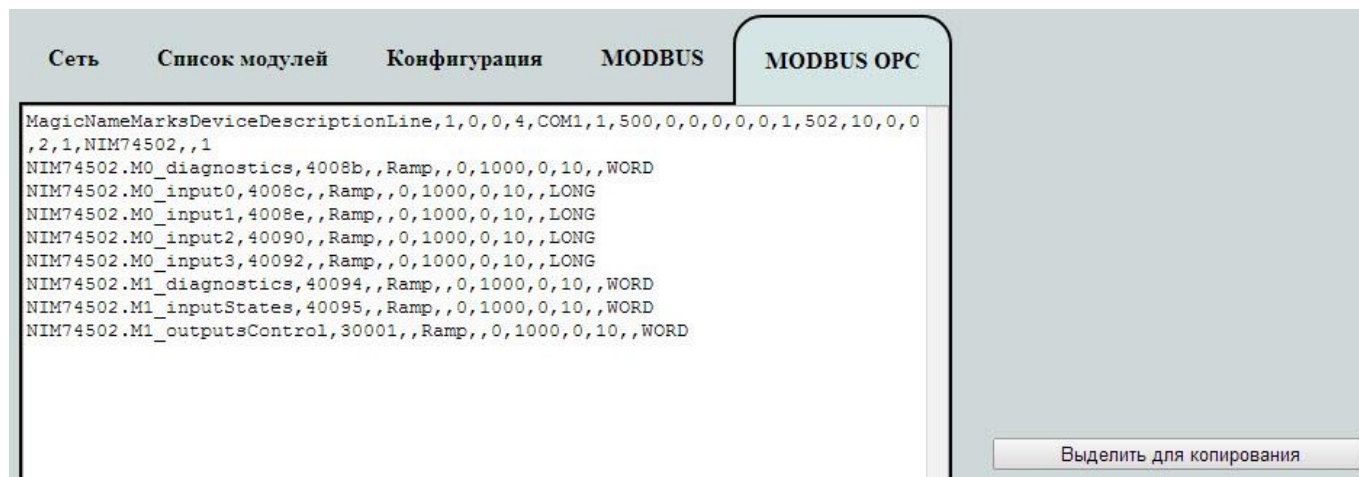

Рис. 11. Вкладка **MODBUS OPC** конфигуратора NIM745-02
Вкладка **MODBUS OPC**, показанная на Рис. 11, предназначена для экспорта информации об отображении каналов модулей ввода-вывода на регистры MODBUS в текстовый файл в формате csv, который впоследствии может быть импортирован в конфигурацию Fastwel Modbus OPC Server.
3. Убедитесь, что на вкладке **MODBUS OPC** отображается информация для экспорта, аналогичная приведенной на Рис. 11, после чего нажмите кнопку **Выделить для копирования** и скопируйте информацию для экспорта в буфер обмена операционной системы, нажав сочетание клавиш Ctrl+C или Ctrl+Insert.